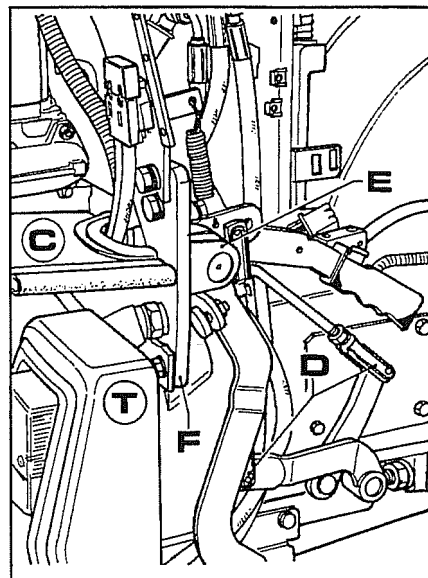

Fig. 15
15. Retirar a protecção **C**, desligar as garfos **D** e separar o suporte **E**, completo de pedal e alavanca embraiagem, de flanges **F** de fig. 15